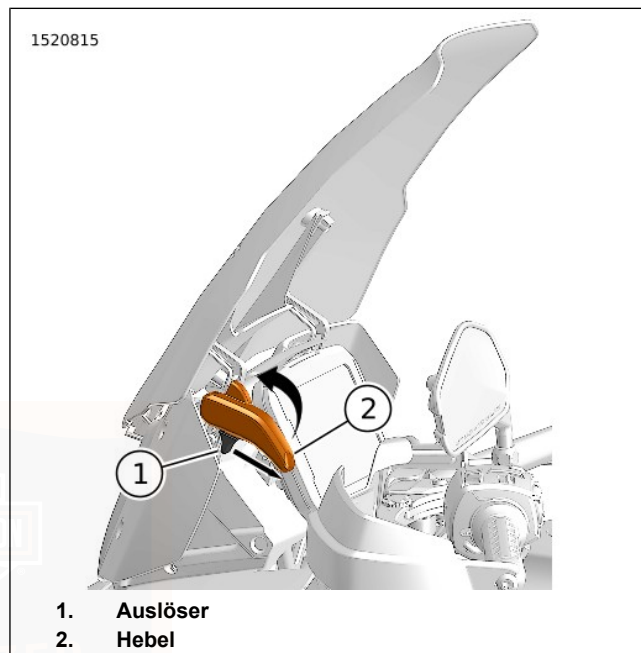

Abbildung 56. Höheneinstellung Windschutzscheibe
1. Siehe Abbildung 56. Halten Sie den Hebel (2) und betätigen Sie den Auslöser (1), bis der Hebel nach unten bewegt werden kann.
1. Siehe Abbildung 56. Halten Sie den Hebel (2) und betätigen Sie den Auslöser (1), bis der Hebel nach oben bewegt werden kann.